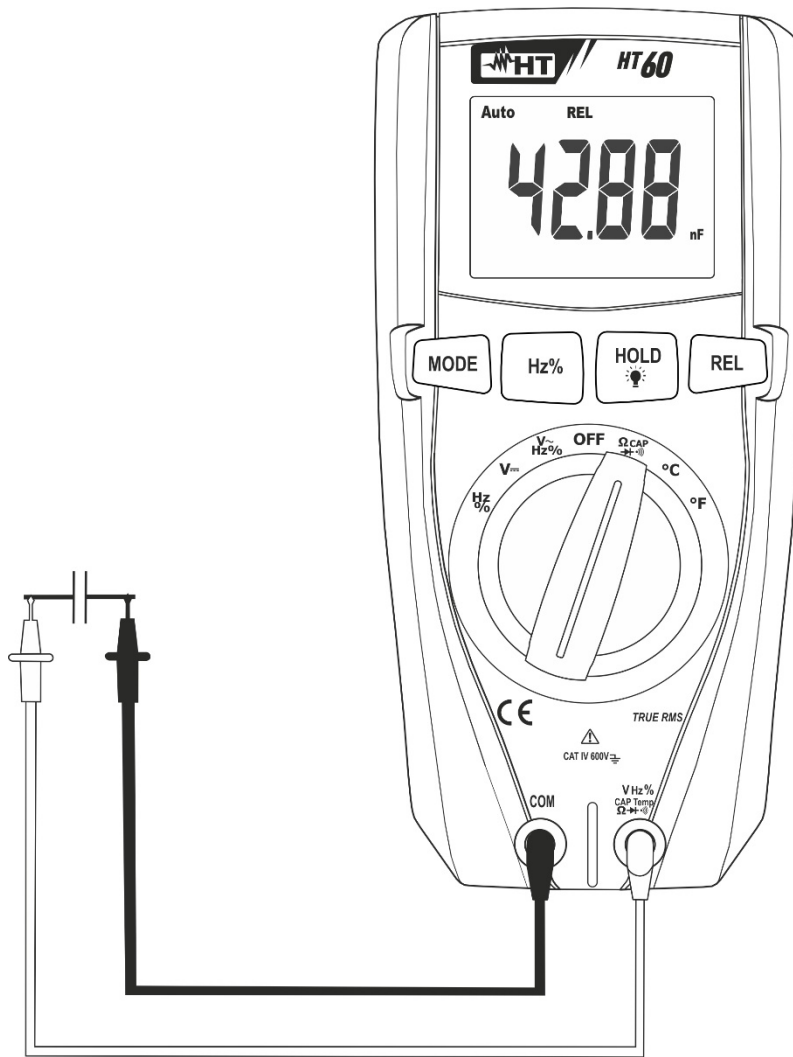

Abb. 7: Verwendung des Gerätes für Kapazitätsmessung
5. Verbinden Sie die Messleitungen mit den beiden Enden des zu messenden Kondensators und dabei achten Sie, auf die positive (rotes Kabel) und negative (schwarzes Kabel) Polarität (siehe Fig. 7). Der Kapazitätswert erscheint auf dem Display.